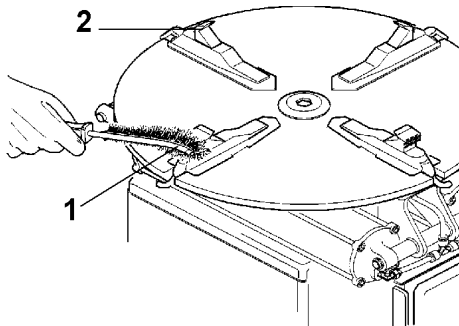

Fig. 6.0-2
C. Véase Fig. 6.0-2. Limpiar cada semana los dientes de las mordazas (1) con un cepillo de púas, controlar la inserción de la mordaza de sujeción (2) y sustituirlas si están gastadas.